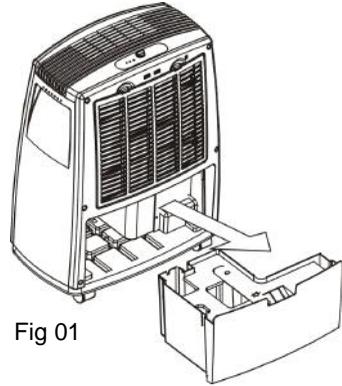

Fig 01
1. Extraiga el depósito de agua como en la Fig.01. y proceda a vaciarlo.